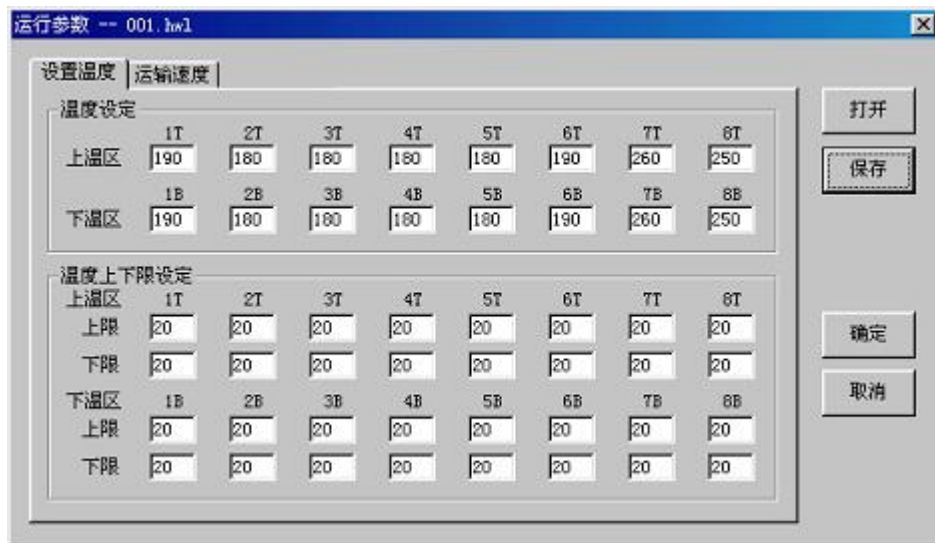

图 5-10
1. 单击工具栏上[运行参数] 按钮, 显示“运行参数”对话框。如图 5-10 所示。